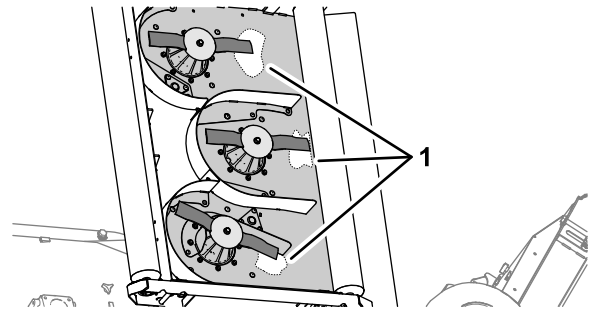

Figura 65
2. Limpie la parte inferior de la carcasa del cortacésped en el área junto al filo de corte en la parte trasera de la cuchilla (Figura 65).